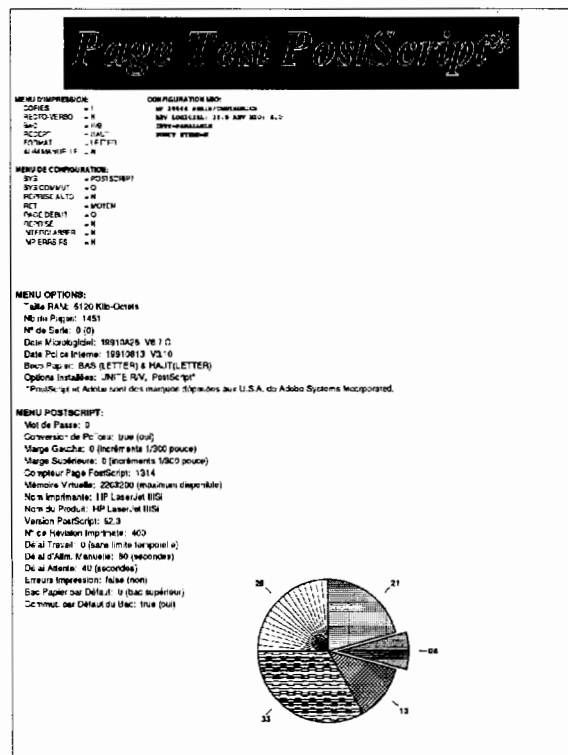

Figure 1-9. Page de test PostScript
3. Une *page de test PostScript*, telle que celle représentée par la Figure 1-9 doit s'imprimer. Le voyant "Prêt" clignote pendant le déroulement des tests internes et la page de test est imprimée au bout de 30 secondes environ.